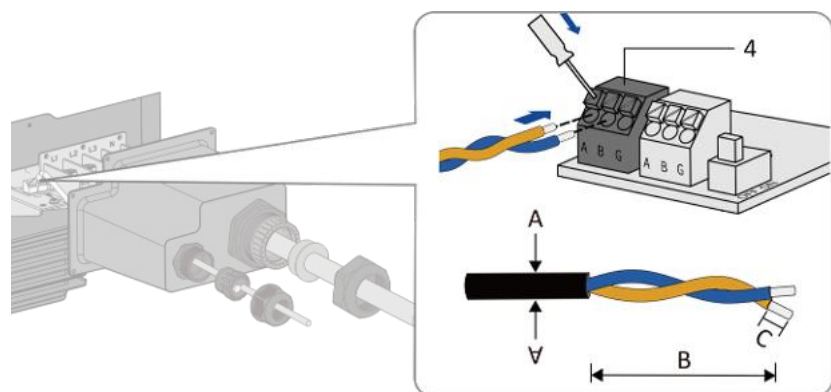

Abb. 38. Verbinden der Kabel mit der Klemmleiste
6. Stecken Sie das verdrehte Kabelpaar in die Klemmleiste und befestigen Sie es. (siehe Abb. 38).